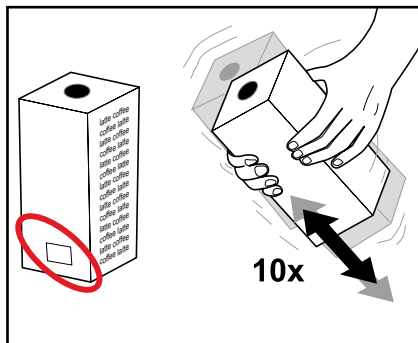

图 2
- 请注意包装上印刷的保质期。（图 2）
2. 在产品袋放入机器之前请将其至少摇动十次。（图 2）